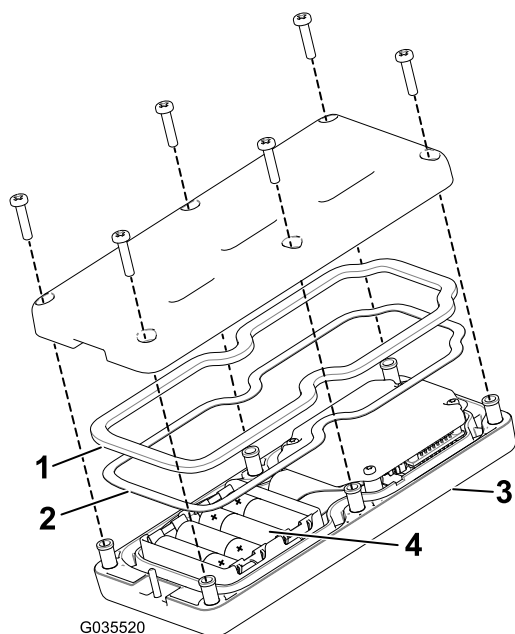

图17
注意 如果电池安装不当遥控器不会发生损坏但却无法操作。电池端子仓位分别带有正负极标志 图17。
3. 确保钢垫片和橡胶密封件正确放置于遥控器的槽内然后将后盖放回原位 图17。
4. 用 6 个螺丝固定后盖 图17上紧螺丝扭矩至 1.51.7N m。